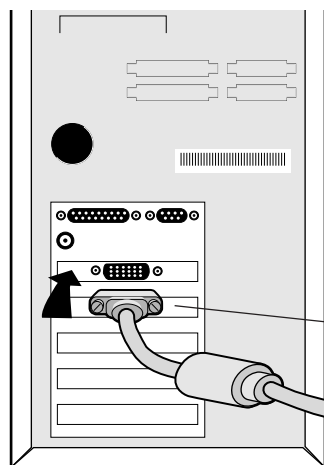

Abbildung A.1
2. Beim PC: Schließen Sie den ein 15-poligen Mini-D-Sub-Signallabels an den Verbindungsstecker der Grafikkarte in Ihrem System an (**Abbildung A.1**) und stecken Sie das andere Ende in die Rückseite des Monitors (**Abbildung A.2**). Ziehen Sie alle Schrauben fest. Gehen Sie zu Schritt 4 weiter.